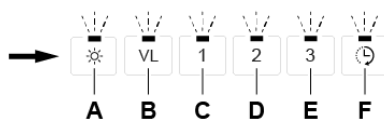

Fig. 13
- Ved vellykket omprogrammering av funksjonsmodusen vil LED-lampene for alle knappene blinke, se Fig. 13.